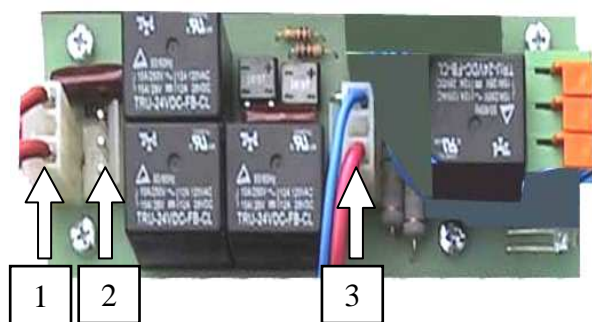

Рисунок 1.9. Модуль Байпаса в ON LINE. Вид сверху
3. Переключить режим ON LINE на OFF LINE. Для этого перестыковать кабельную часть с разъёма 1 на 2 (см.рисунок 1.9).